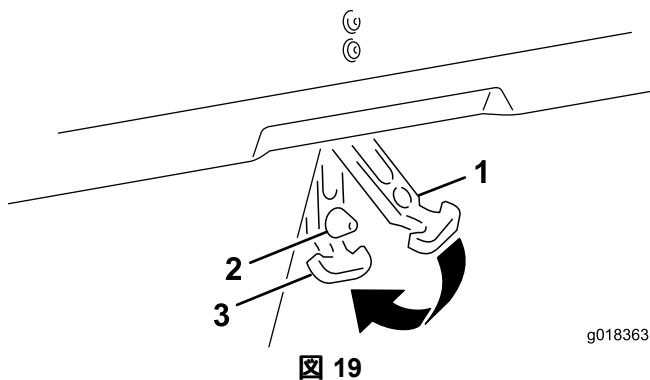

図 19
6. フードラッチについている穴を、フード押さえ棒に合わせる図 19。
7. フードラッチを前に押してフードロッドの端部をラッチに完全に通す図 19。